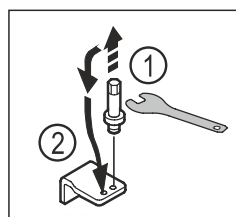

Fig. 19
- ▶ Отвийте болта на долната лагерна стойка с външен шесткантов ключ SW5. Fig. 19 (1)
- Поставете болта от другата страна. Fig. 19 (2)